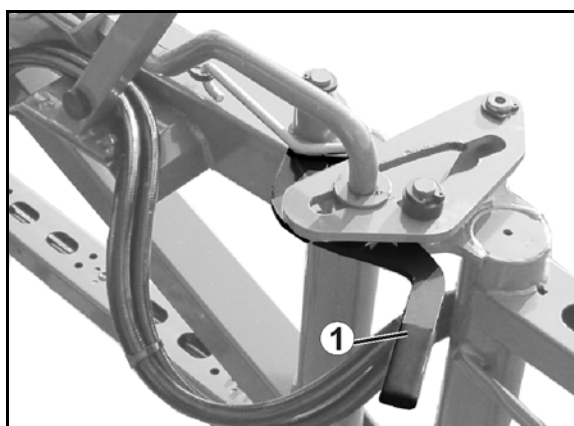

Рис. 77
1. Разблокируйте транспортировочный фиксатор поднятием скобы (Рис. 77).